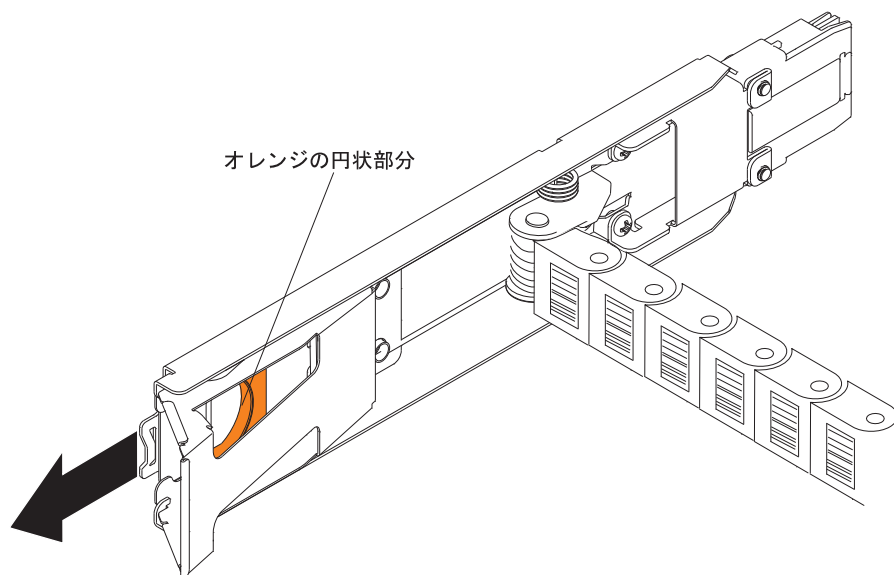

図 86. ミッドプレーンに接続される垂直取り付け金具
- c. ミッドプレーンから右のケーブル・チェーンの取り付け金具を切り離します。オレンジ色のハンドルをつかみ (140 ページの図 86 を参照)、取り付け金具をストレージ拡張エンクロージャから完全に引き出します。必要なら、フラッシュライトを使用してオレンジのハンドルの部分を確認してください。